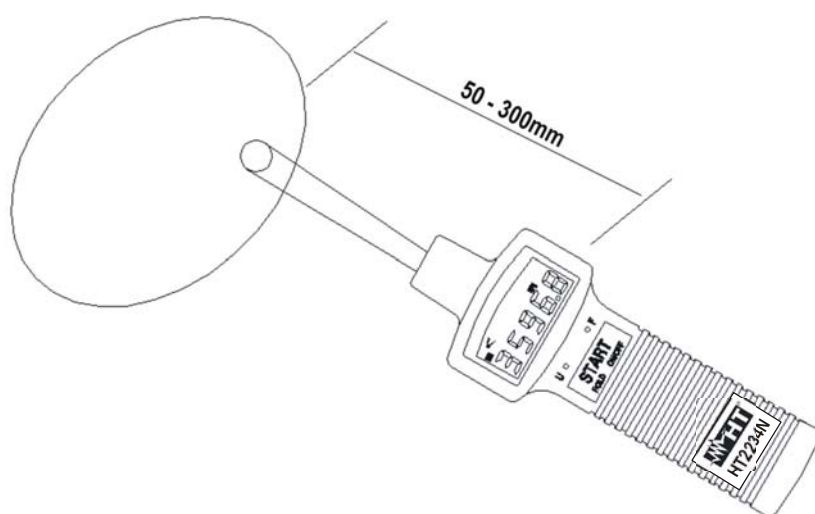

Fig. 2: medição da velocidade não por contacto (RPM)
6. Apontar o instrumento na direcção do objecto em teste como se mostra na Fig. 2.